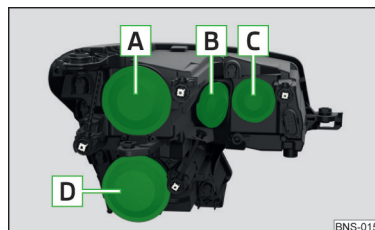

Fig. 373
Emplacement des ampoules » fig. 373
- Retirez le recouvrement **A** » fig. 373 à la page 329.
- Remplacez le recouvrement **A** » fig. 373 à la page 329.
- Retirer le recouvrement **B** » fig. 373 à la page 329.
- Replacer le recouvrement **B** » fig. 373 à la page 329.
- Retirer le cache **C** » fig. 373 à la page 329.
- Replacer le cache **C** » fig. 373 à la page 329.
- Retirer le cache **D** » fig. 373 à la page 329.
Replacer le cache **D** » fig. 373 à la page 329.